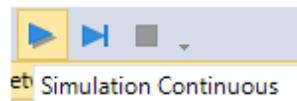

Figura 20
39. Para testar a rede e analisar o desempenho dos links, basta clicar com o botão direito indicado na Figura 20. Para salvar, use o nome radial e escolha o caminho E:\PTR2580\Laboratório 3_Construção de uma Rede de Simulação.